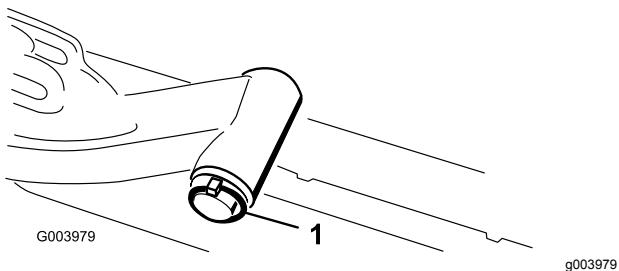

Рисунок 18
- А. Снимите шплинт и шайбу, которые крепят ось поворота к подъемному рычагу, и снимите ось поворота с подъемного рычага (Рисунок 18).
3. Вставьте ось поворота подъемного рычага в подъемный рычаг и зафиксируйте шайбой и шплинтом (Рисунок 18).